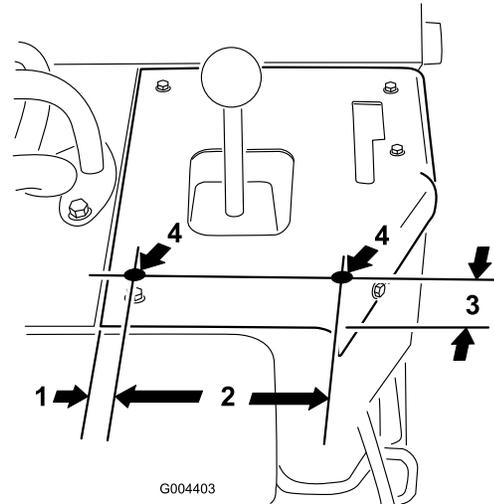

Figura 8
2. Practique 2 taladros (3/8 de pulgada de diámetro) en el panel de control, debajo de la palanca del brazo de carga, según se muestra en Figura 8.